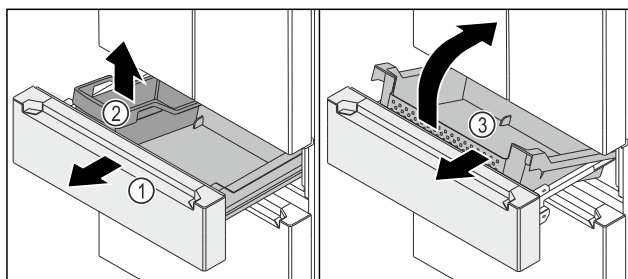

Fig. 149
- Wózek wysuwany Fig. 149 (1) wysunąć aż do oporu.
- Wyjąć FlexBox Fig. 149 (2).
- Pojemnik Fig. 149 (3) podnieść w przód.
- Pojemnik Fig. 149 (3) wyjąć w przód po skosie.